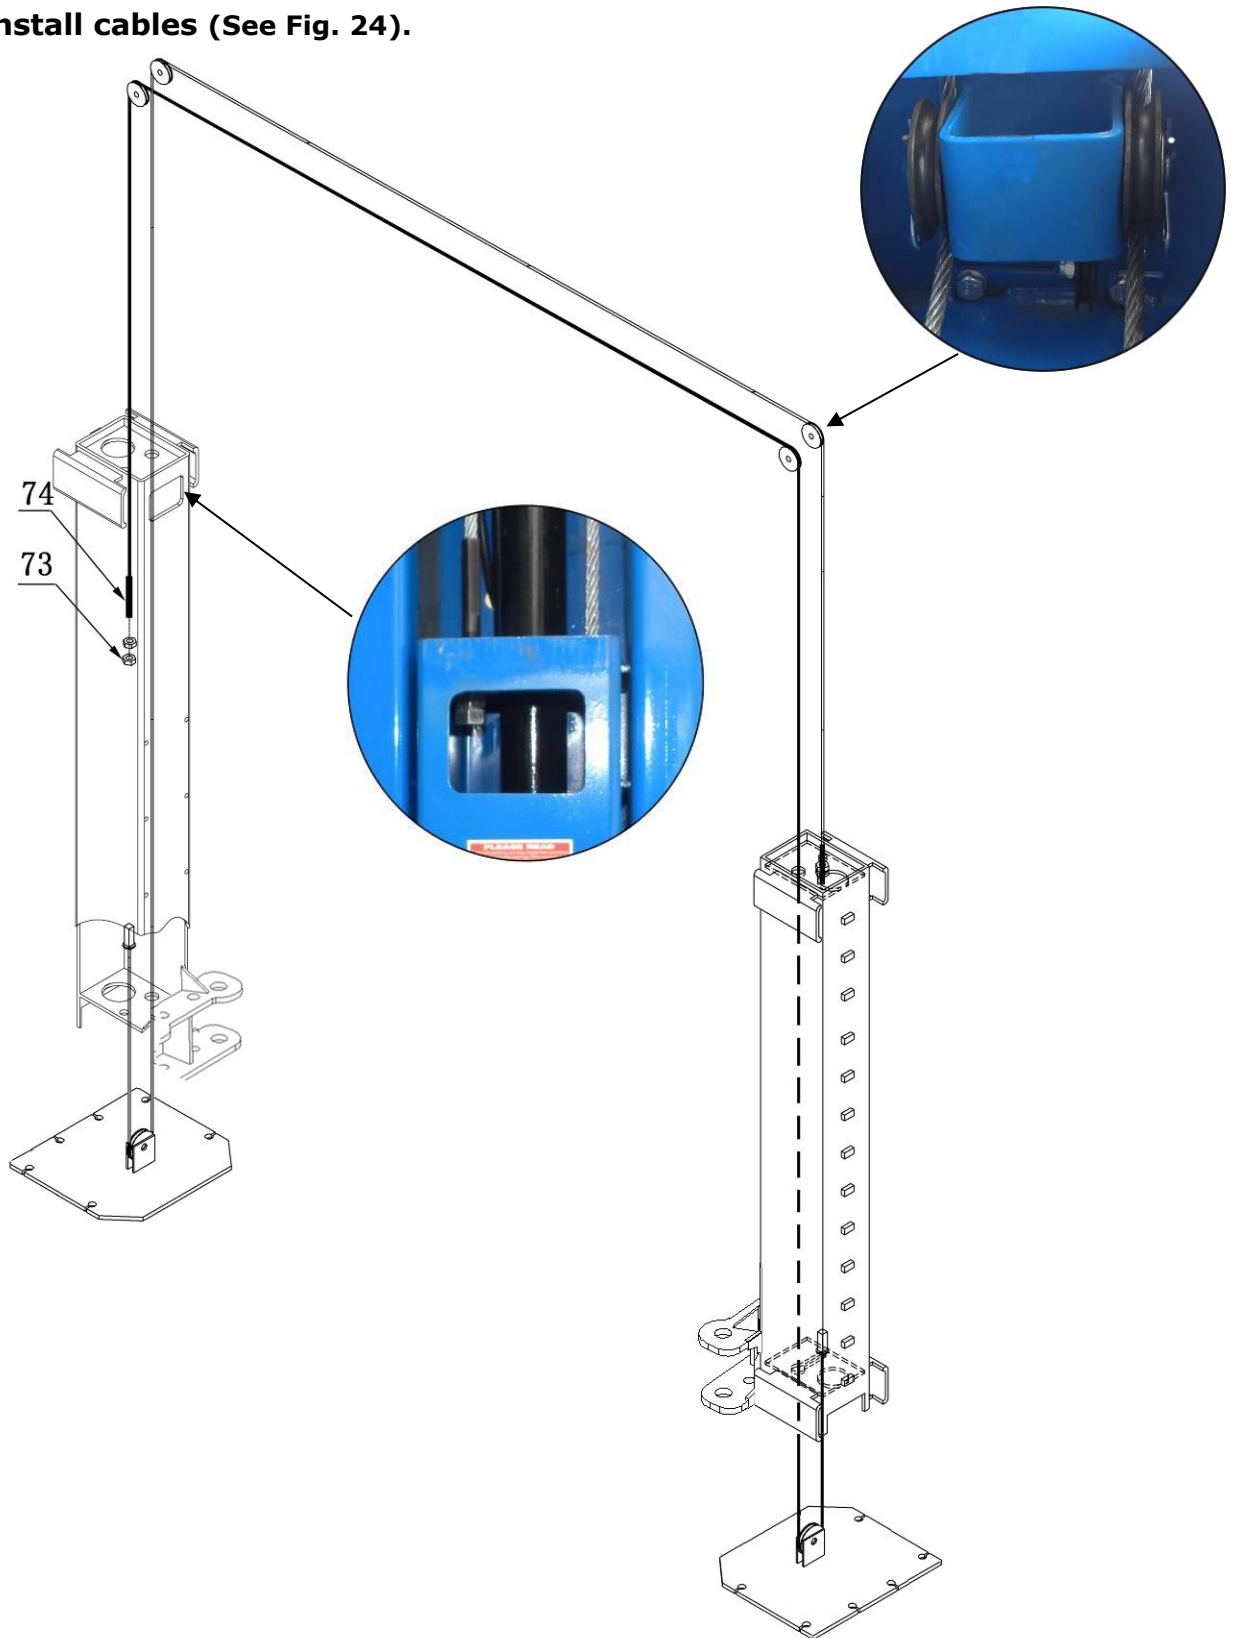

Fig. 24
J. Install cables (See Fig. 24).